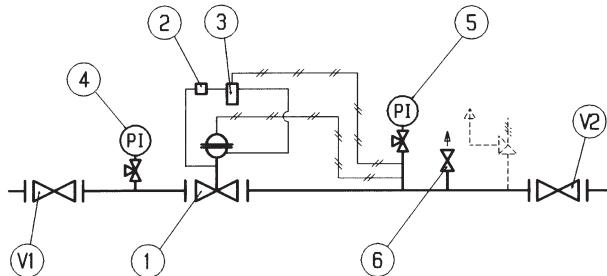

Fig. 19
5.3 MESSA IN SERVIZIO DEL REGOLATORE REFLUX 819 (FIG. 19)
5.3 COMMISSIONING THE REGULATOR REFLUX 819 (FIG. 19)
5.3 INBETRIEBNAHME DES REGELGERÄTS REFLUX 819 (FIG. 19)
5.3 MISE EN SERVICE DU DÉTENDEUR REFLUX 819 (FIG. 19)
5.3 PUESTA EN SERVICIO DEL REGULADOR REFLUX 819 (FIG. 19)
5.3 ACTIVAÇÃO DO REGULADOR REFLUX 819 (FIG. 19)